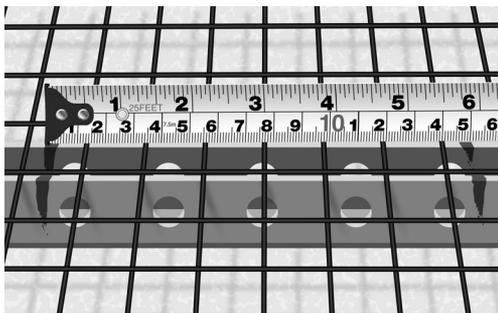

Fig. 15. Marquer la distance CC sur le grillage
4. Marquer la distance CC calculée sur le grillage (Fig. 15). Le câble chauffant doit être posé en parallèle avec la construction de solives.